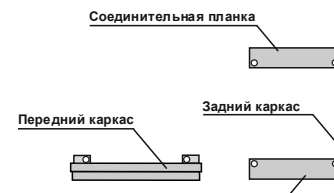

Рис.6
9.9 Установите задний каркас вертикально, как показано на Рис.6.